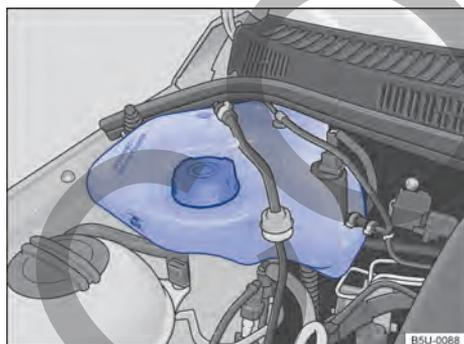

Fig. 210 En el compartimento del motor: depósito de gasolina para el sistema de arranque en frío.
El depósito de gasolina del sistema de arranque en frío se encuentra en el compartimento del motor, del lado derecho → fig. 210.
- Nunca sobrepasar la marca “MÁX” indicada en el depósito → fig. 210.